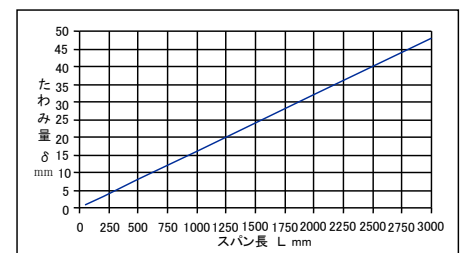

図 12 Vベルトの必要たわみ量 (δ mm)
- ・たわみ量 (δ mm) はスパン長 (L mm) をはかり、図12より求めます。